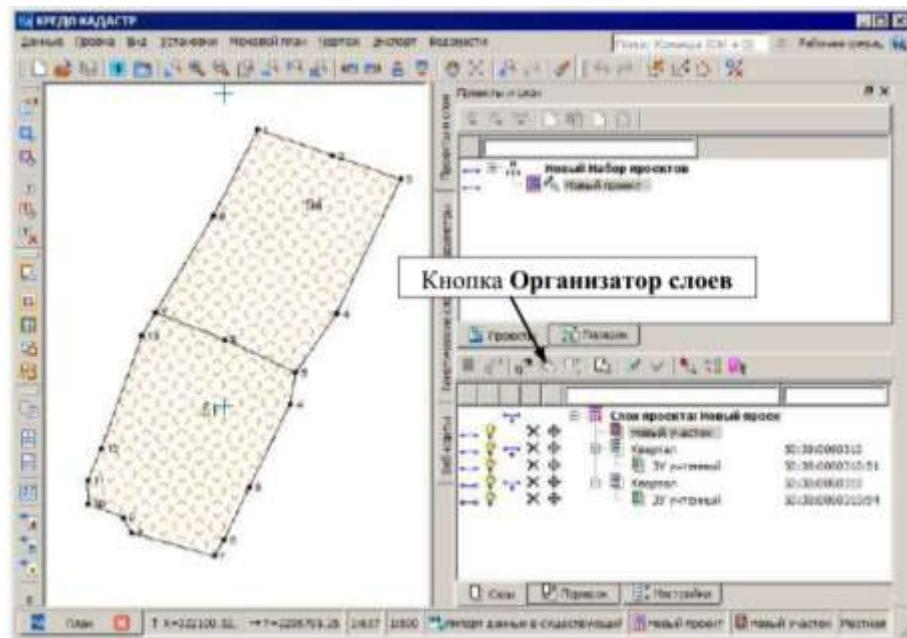

Рисунок 30– Окно параметров
9. В результате получены два смежных участка (рис. 30).
- Активизируйте на локальной панели окна Слои кнопку **Организатор слоев** (рис. 30).